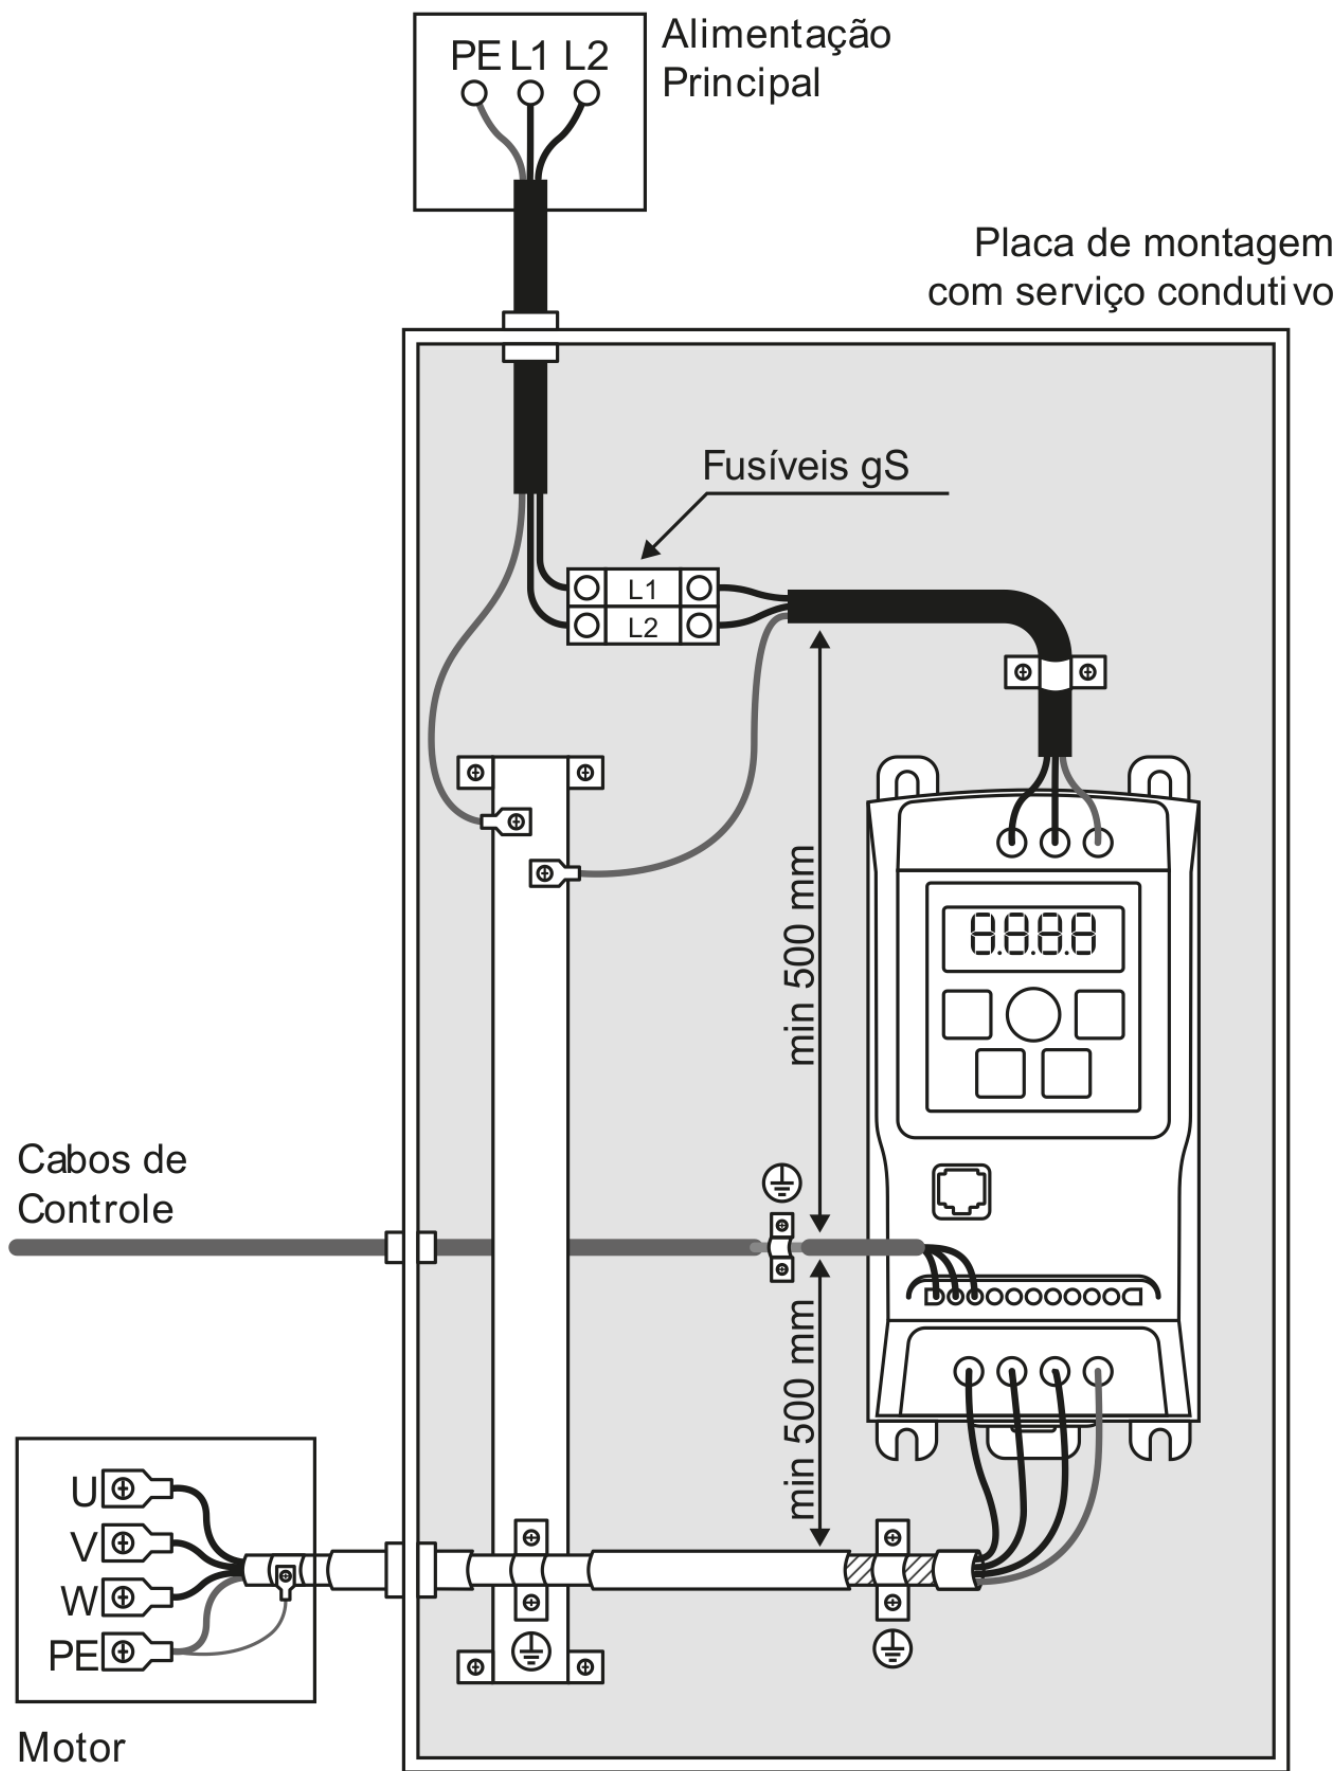

Figura 3.3.4 – Boas práticas para instalação em painel elétrico
- A Figura 3.3.4 representa uma instalação cumprindo as boas práticas referente à compatibilidade eletromagnética.